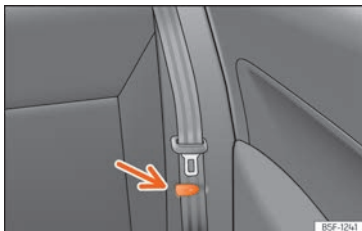

Fig. 120 Asiento trasero: pinza para sujetar el cinturón de seguridad.
- Coloque los cinturones de seguridad laterales en la pinza del revestimiento »» fig. 120.